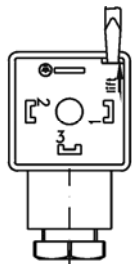

Fig. 2
- Extraire l'élément interne (8) du connecteur DIN à l'aide d'un tournevis ou d'un outil similaire (Fig. 2).